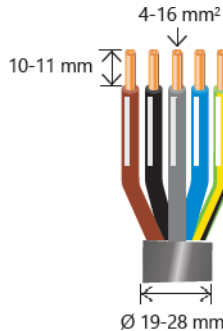

図 12:5ワイヤーACケーブル- 絶縁体の除去
3. 交流電線 (図 12) から外皮絶縁体を10～11 mm 取り除いてください。